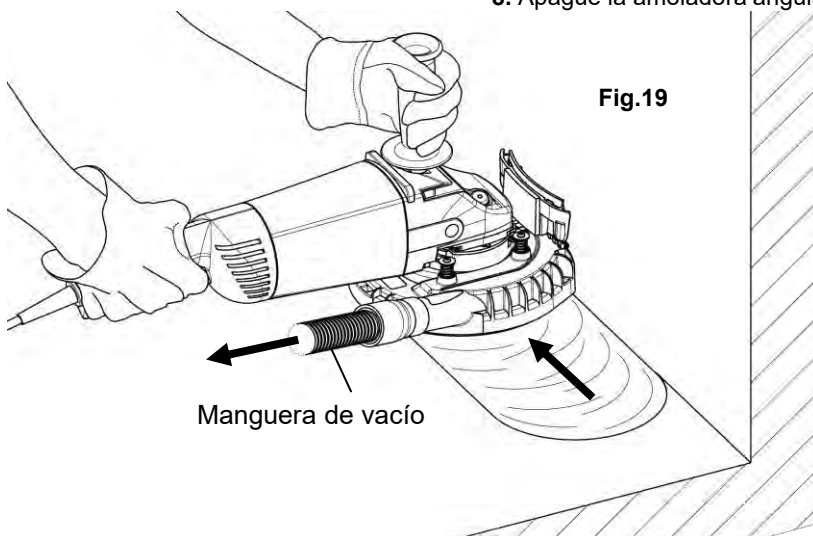

Fig.19
7. Coloque el [a] cuerpo principal sobre el material y muévelo lentamente hacia la dirección de molienda a lo largo de la pared. (Fig.19)